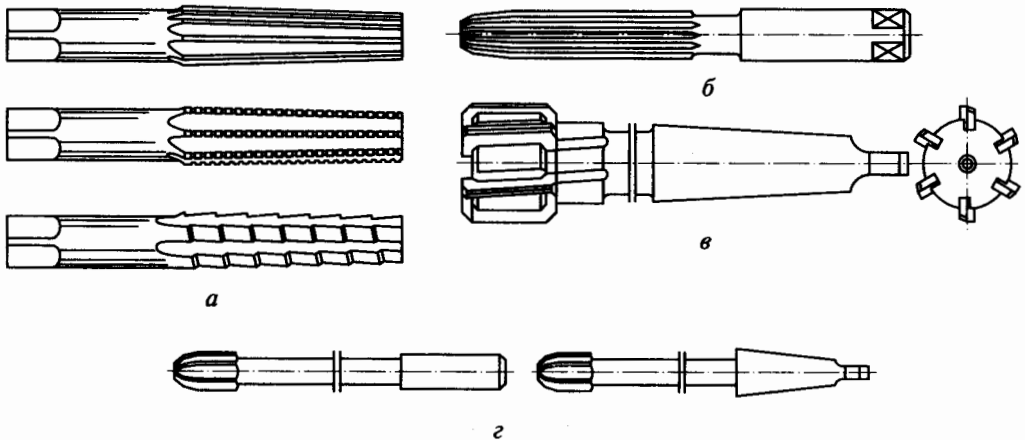

Рис. 3.6. Конструкции разверток
35. Запишите конструкции разверток (рис. 3.6), укажите их назначение и область применения. Назовите достоинства и недостатки этих разверток: